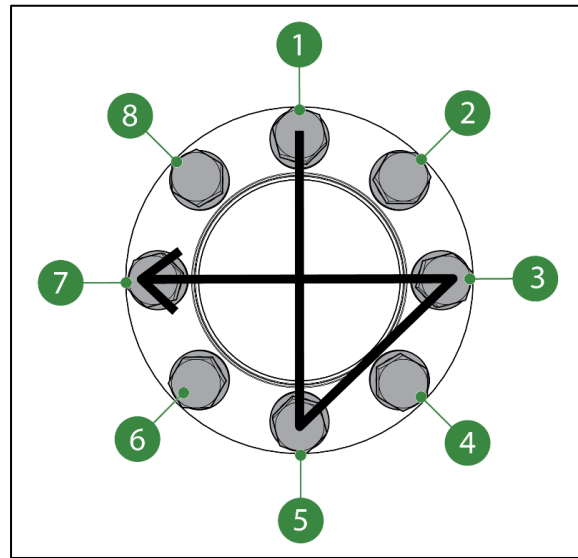

Figura 3-3: Esquema de apriete de los pernos
Figura 3-3: Sistema de integración de tuberías con 3 puertos: 1 sensor ultrasónico (US) (derecha, 1 sensor de temperatura (arriba) y 1 sensor de conductividad (abajo)
- Figura 3-3;